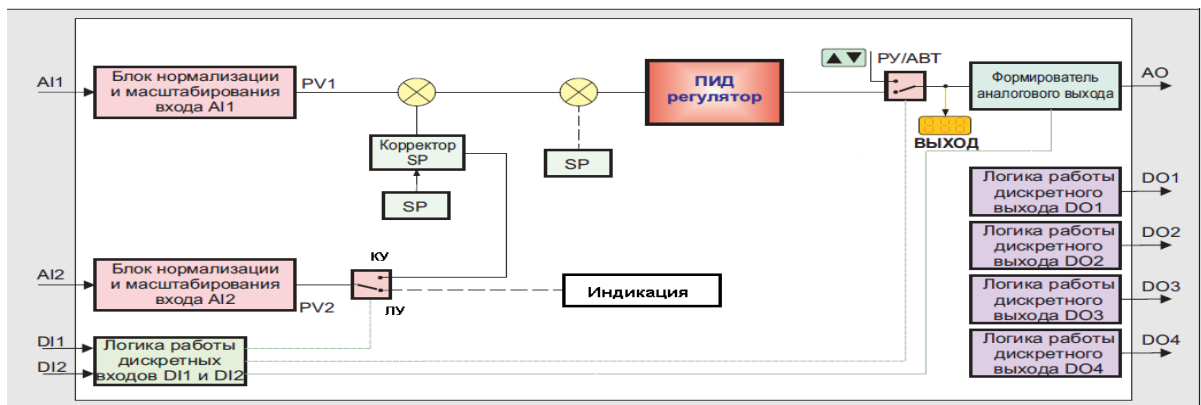

Рисунок 3.8 – Структурная схема регулятора с внешней коррекцией задания
- ПИД-аналоговый с внешней коррекцией задания (рис. 3.8)